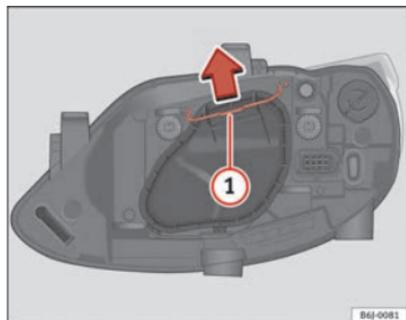

Fig. 153 Luz de cruce/ca-
- Desplace el tirante ⇒ fig. 153 ① en el sentido de la flecha y saque la tapa.